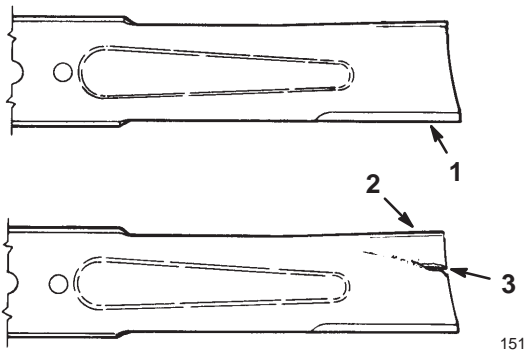

Figure 33
2. Inspectez les tranchants des lames (Fig. 33). Si elles ne sont pas tranchantes ou si elles présentent des indentations, déposez et aiguisiez les lames (voir Aiguisage des lames, page 32).
3. Inspectez les lames, surtout la partie incurvée (Fig. 33). Remplacez immédiatement toute lame endommagée, usée ou qui présente une entaille (Fig. 33).